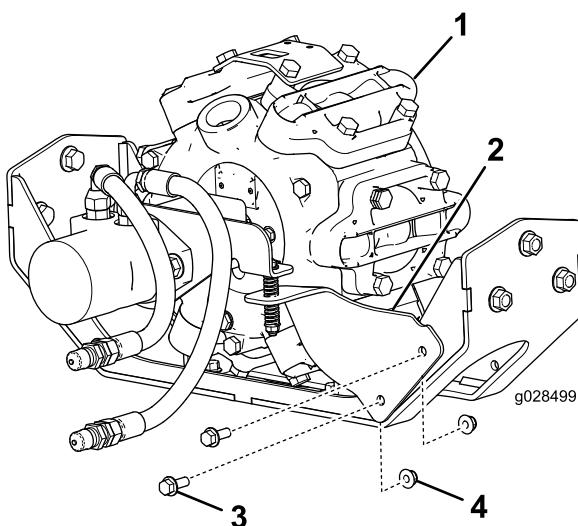

図6
- 図6のように、スプレーヤのピンプラスチックの左前ブラケットに回転防止ブラケットを取り付けるフランジヘッドボルト3/8 x 1インチ2本とフランジナット3/8インチ2個を使用する。